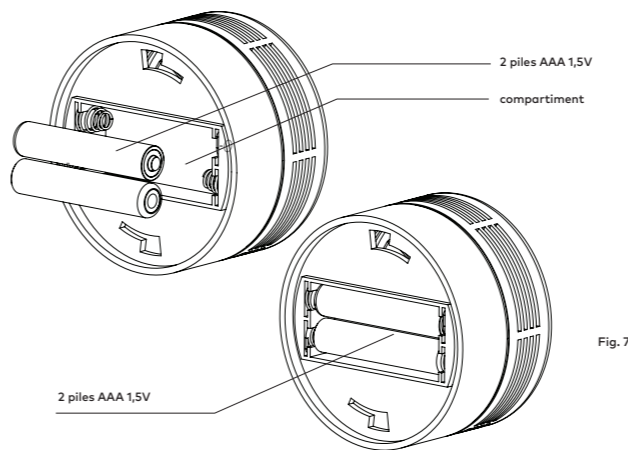

Fig. 7
- Insérez les 2 piles comme indiqué dans le compartiment à piles du détecteur (voir Fig. 7). Non applicable pour le TLB-160.